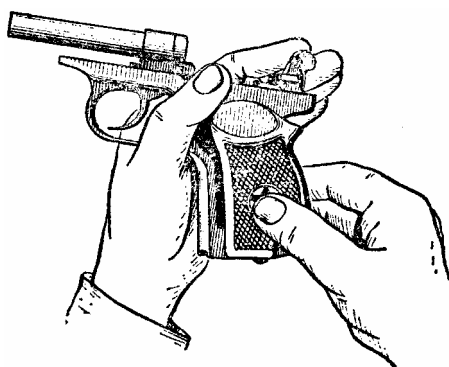

Рис.18. Отделение рукоятки от основания рукоятки.
3. Отделить рукоятку от основания рукоятки. Лезвием протирки (или плоским концом затворной задержки) вывинтить винт и, сдвигая рукоятку назад, отделить ее от основания рукоятки (рис.18).